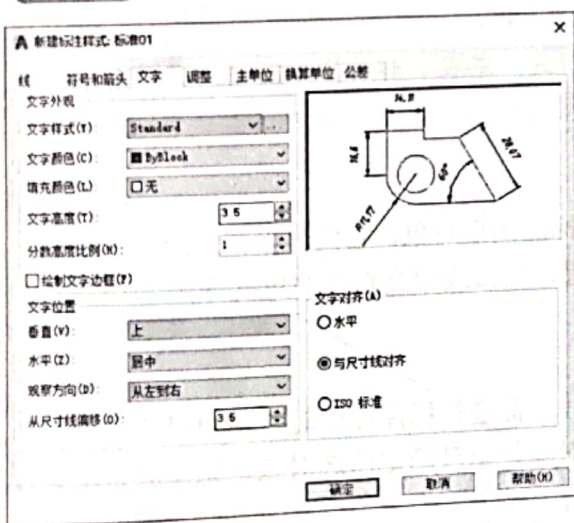

图 8-17 设置文字参数
►Step03 单击“应用”和“关闭”按钮，关闭“文字样式”对话框。将“文字高度”设为3.5，将“从尺寸线偏移”参数设为3.5，如图8-17所示。